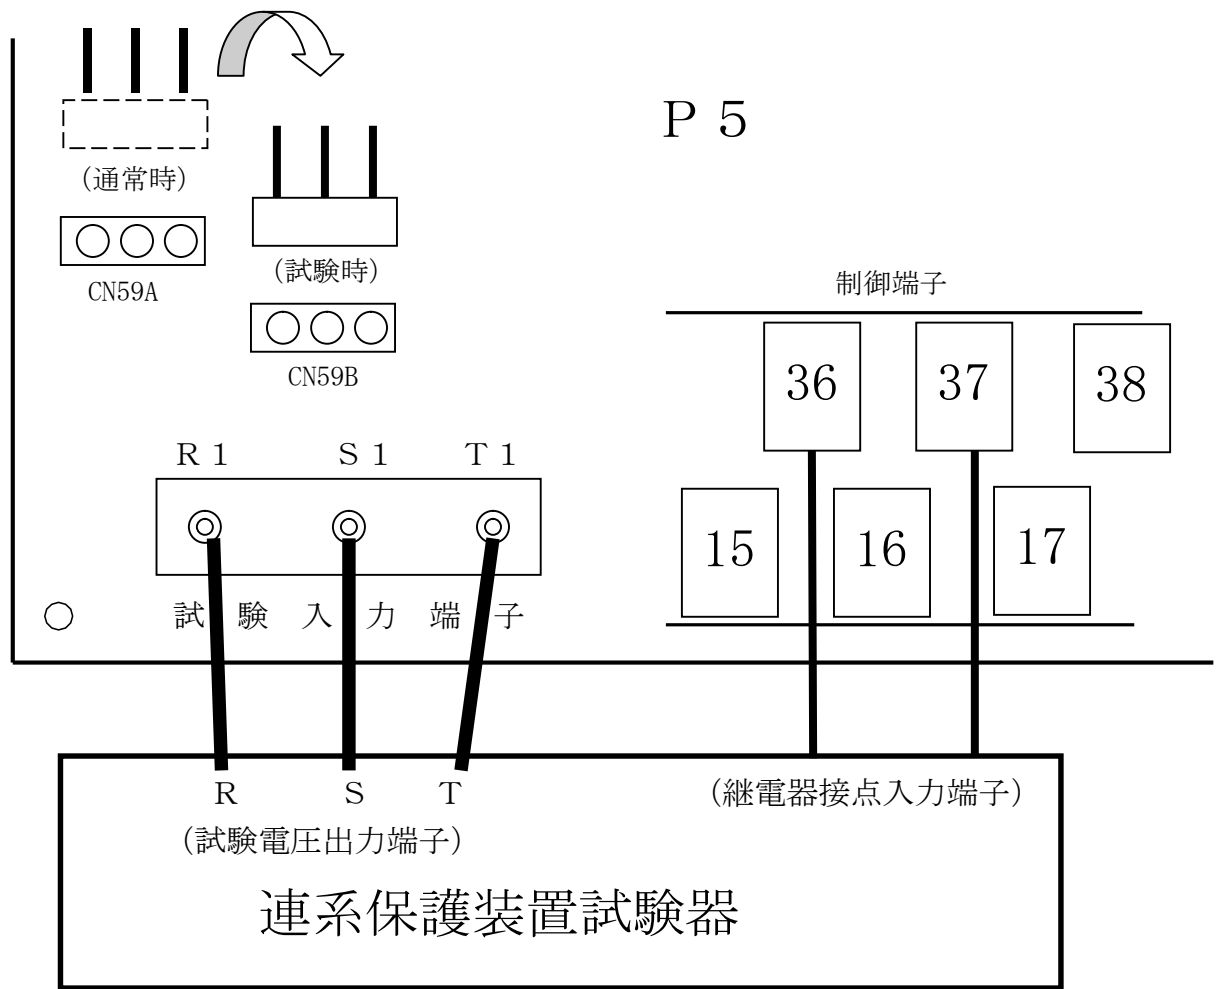

図 1 2. 1 コネクタの差し替えと連系保護装置試験器の接続
- (1) 操作器具の位置は 6 項「パワーコンディショナ操作器具」を参照しながら以下の操作を行ってください。
- (2) 「運転」LED が点灯または点滅（運転または待機状態）の場合は「運転」スイッチを同時に押して「運転」LED が消灯（停止状態）を確認してください。
- (3) 「太陽電池入力遮断器」（MCCB 5 1）を OFF にして下さい。
- (4) 「連系出力遮断器」（MCCB 1 1）を OFF にして下さい。
- (5) 補助電源出力を使用している場合は、「補助電源出力遮断器」（MCCB 1）を OFF にしてください。
- (6) パワーコンディショナ正面の左側の上下 2 ヶ所の止めビスを外して、正面扉を開けてください。
- (7) P 5 基板上の CN 5 9 A（通常時）側に接続されているコネクタを外し、CN 5 9 B（試験時）側に差し替えてください（図 1 2. 1 参照）、。
- (8) 連系保護装置試験器の試験電圧出力（R, S, T）をパワーコンディショナの P 5 基板上の R 1, S 1, T 1 端子と接続してください。また、継電器接点入力端子を制御信号等端子の 3 6、3 7 にそれぞれ接続してください。
- (9) 「太陽電池入力遮断器」（MCCB 5 1）を ON してください。この時 LCD に “Now Initializing” と表示され、その後 “メニュー” 画面が表示されることを確認してください。
- (10) 連系保護機能試験用端子の定格電圧・電流を表 1 2. 1 に示します。